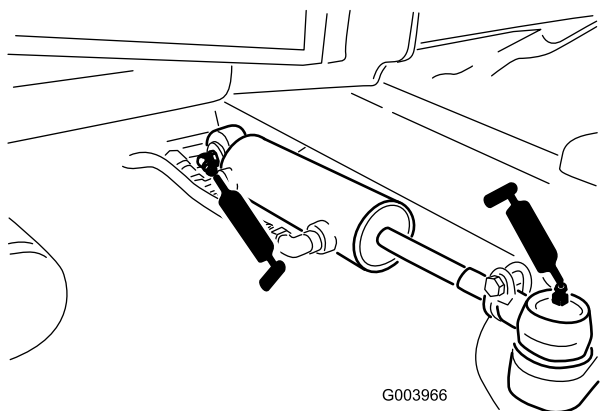

Рисунок 59
- Шаровые опоры гидроцилиндра рулевого управления (2 шт.) (Рисунок 59)
- Педаль тормоза (1) (Рисунок 59)